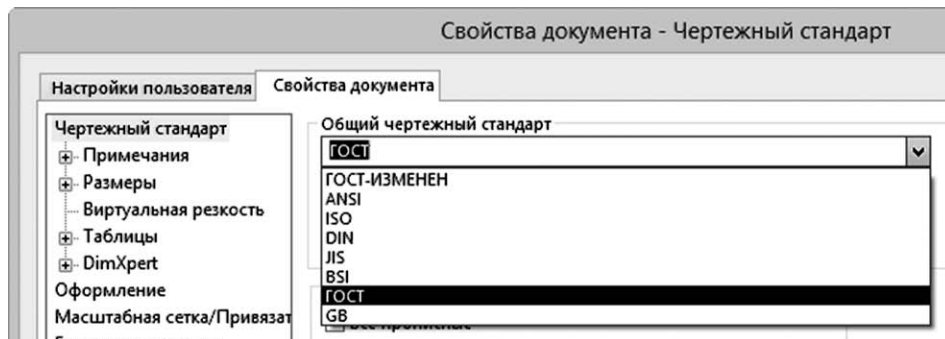

Рис. 1.13
- в выпадающем меню группы «Общий чертежный стандарт» выбираем значение «ГОСТ» (рис. 1.13).